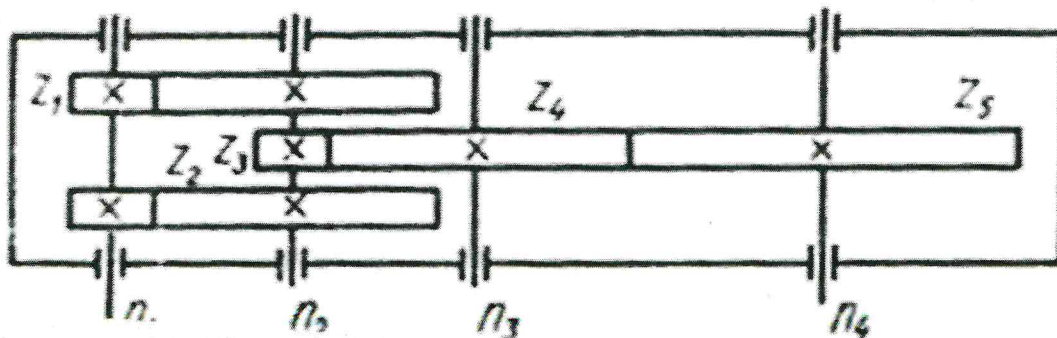

Рис. 5.
33. Если в редукторе указанной схемы (рис. 5) в два раза уменьшить число зубьев колеса Z4, то как изменится число оборотов в минуту на выходе N4?